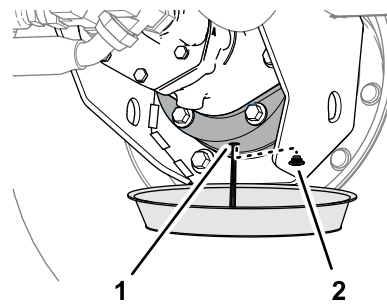

Figura 88
6. Coloque un recipiente debajo del alojamiento del freno, retire el tapón de vaciado y deje que se drene por completo el lubricante (Figura 88).